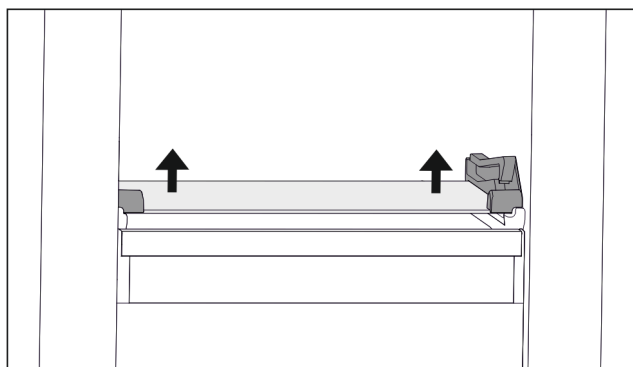

Fig. 72 Den nedklappelige skuffes glasplade
- Tryk glaspladen op nedefra i begge sider. (se Fig. 72)